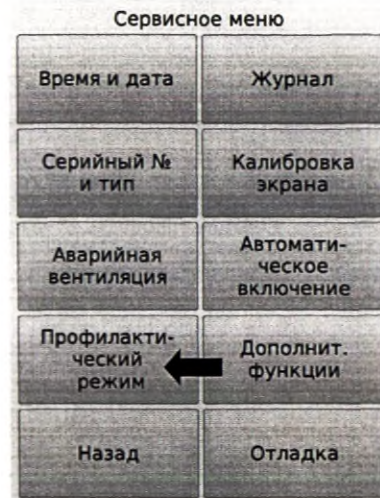

Рисунок 49
- в сервисном меню необходимо нажать кнопку «Профилактический режим» (Рис.49);